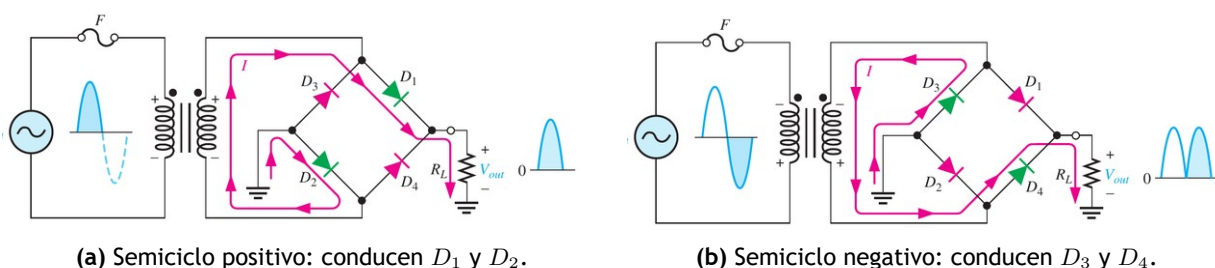

Figura 3. Funcionamiento del puente rectificador: en los dos semiciclos la corriente recorre R_L en el mismo sentido.
Lo consigue porque los diodos conducen por parejas, según hacia dónde apunte la tensión del bobinado secundario en cada instante. En el semiciclo positivo conducen D_1 y D_2 ; en el negativo, D_3 y D_4 . Las dos parejas están dispuestas de modo que la corriente atraviesa la carga siempre en el mismo sentido (figura 3), así que el semiciclo negativo no se descarta: se invierte y se aprovecha. De ahí que la ondulación salga al doble de la frecuencia de red, 120Hz.
1. El rizado que midió está a 120 Hz. Si uno de los cuatro diodos del puente se abriera, ¿a qué frecuencia pasaría y qué le ocurriría a la tensión continua? Explique el porqué a partir de la figura 3.